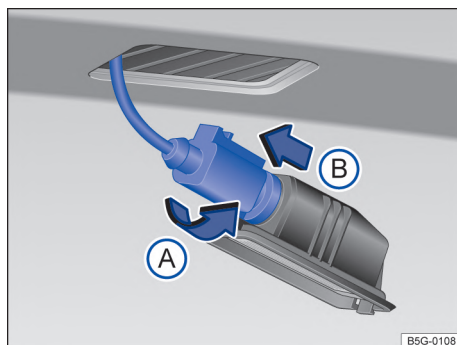

Fig. 168 Luz de la placa de licencia: desmontar el portalámparas.
- 2 Girar el portalámparas en **sentido antihorario** → fig. 168 (A), y retirar el soporte junto con la bombilla (B).
- ④ Cambiar la bombilla quemada por una bombilla nueva del mismo modelo.
- ⑤ Insertar la nueva lámpara en el portalámparas cuidadosamente.
- ⑥ Colocar el soporte de la lámpara en la luz de la placa de licencia y presionar en sentido contrario al de la flecha **A** hasta el tope.
- ⑦ Cerciorarse de que el portalámparas esté correctamente fijado en el conjunto.
- ⑧ Colocar el conjunto de la luz de la placa de licencia con cuidado en la abertura del parachoques. Estar atento a la correcta dirección de instalación de la luz de la placa de licencia.
- ⑨ Presionar la luz de la placa de licencia en el paragolpes hasta que encaje de forma audible.
- ⑩ Asegurarse de que el conjunto de la luz de la placa de licencia esté correctamente fijado en el alojamiento.